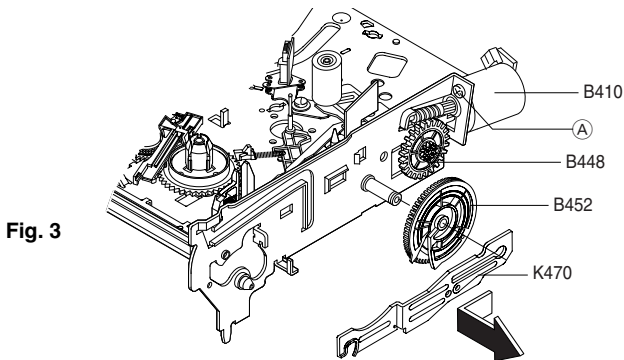

Fig. 3
- Schraube **A** (Fig. 3) herausdrehen.
- Lademotor (B410, Fig. 3) nach hinten herausnehmen.
- weißes Zahnrad (B448, Fig. 3) so lange entgegen dem Uhrzeigersinn drehen bis der Cassetten-Lift in Laufwerkstellung Eject ist.
- Lift-Schieber (K470, Fig. 3) zum Zahnrad (B452) schieben und Cassettenklappen-Hebel (G546) abnehmen.
- Lift-Schieber (K470, Fig. 3) zur Vorderseite schieben und abnehmen.
- schwarzes Kurvenrad (B452, Fig. 3) und weißes Zahnrad (B448) abnehmen.
- weißes Zahnrad (B448, Fig. 3) einsetzen.
- Lift-Schieber (K470, Fig. 3) einsetzen, auf das Kurvenrad (B452) drücken und nach hinten schieben.